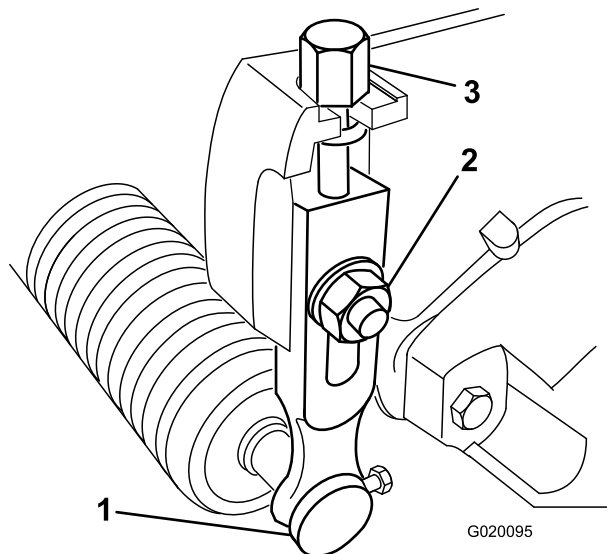

Figura 8
1. Allentate i dadi di bloccaggio che fissano i bracci di regolazione dell'altezza di taglio sulle piastre laterali dell'apparato di taglio (**Figura 8**).